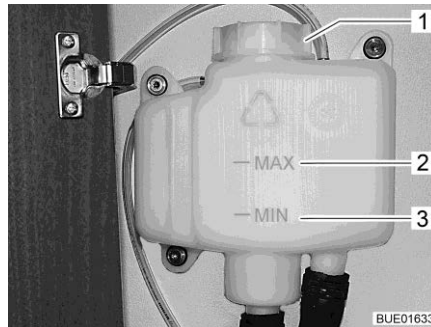

Bild 283 Expansionsbehållare utan kåpa
- Kontroll av vätskenivå utförs på expansionsbehållaren (Bild 283), nivån skall ligga mellan markeringarna "MIN" (Bild 283,3) och "MAX" (Bild 283,2).
- Vredet på expansionsbehållaren (Bild 283,1) öppnas.